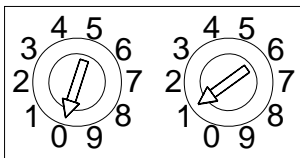

Abbildung 3. Drehschalter zum Einstellen einer dekadischen Adresse.
1. Stellen sie die Melder-Adresse zwischen 01 und 99 mit einem Schlitzschrauben-dreher an den beiden Drehschaltern ein und vermerken Sie die Adresse auf dem Etikett auf dem Sockel. (s. Abb. 3)